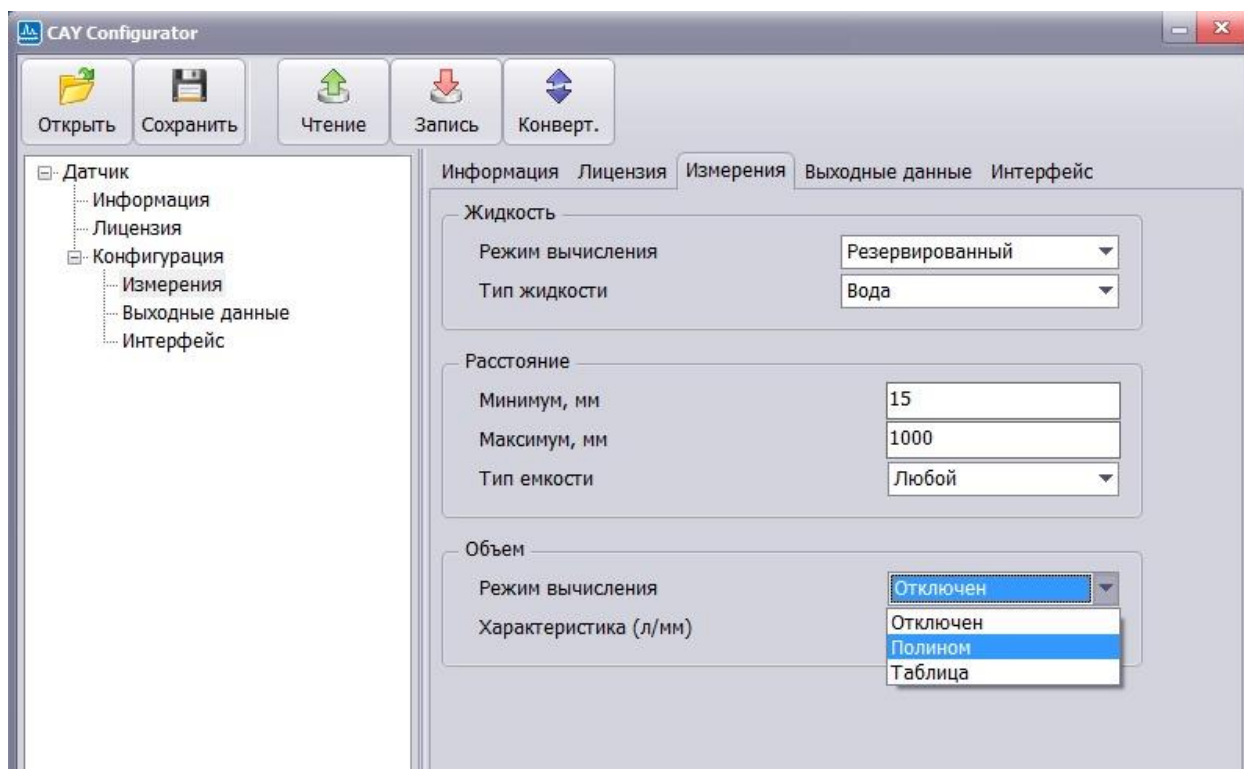

Рис. A2.3.
5. Вкладка «Измерения» (Рис. A2.3.)